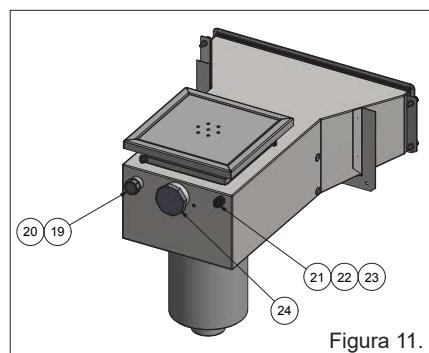

Figura 11.
4. Antes del moldeado; enmascare lasbridas expuestas del desagüe de desbordamiento y las aberturas para evitar manchas feas por salpicaduras de hormigón. Las aberturas en el borde trasero del desagüe de desbordamiento para el monitor de nivel, las extensiones y el relleno se pueden tapar con los tapones incluidos, consulte la figura 11.